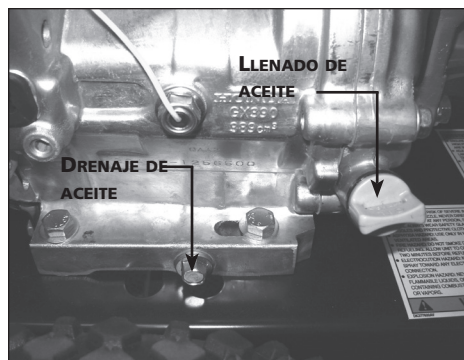

Figura 15 - Puntos de drenaje y llenado
2. Localice y retire el tapón de drenaje de aceite del motor (vea la figura 15).